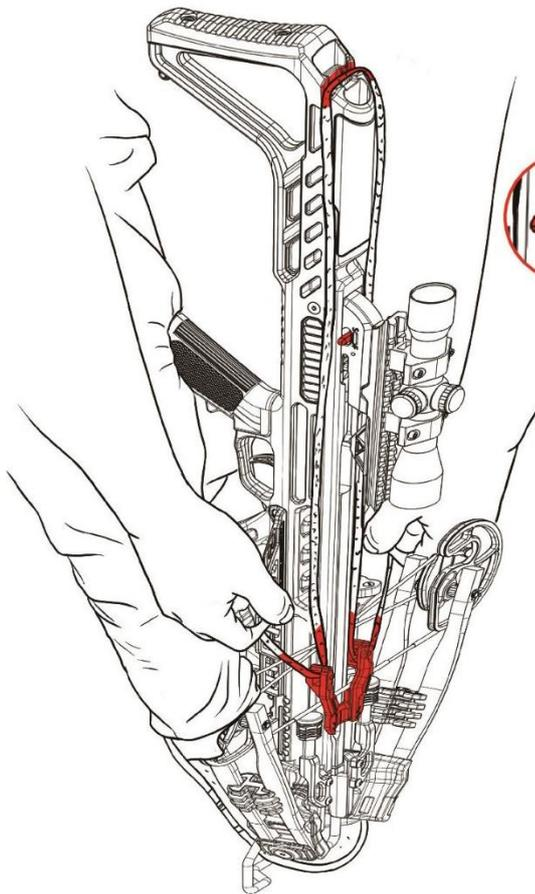

Рис.8
5. На тыльной стороне приклада располагается специальное углубление, проденьте через него трос натяжителя, так чтоб рукоятки и скоба натяжителя оказались внизу. (Рис.8).